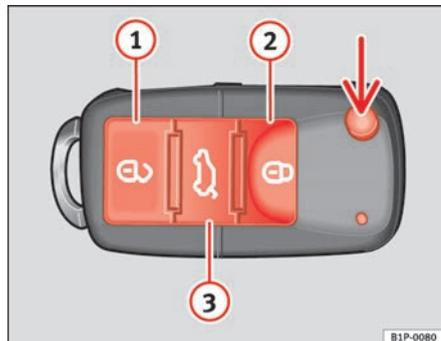
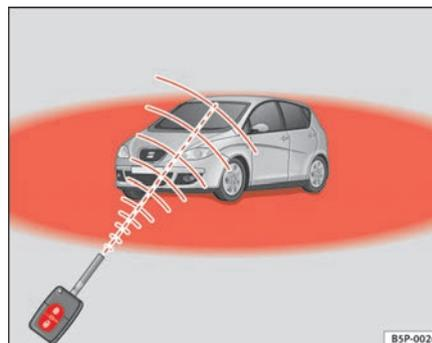

Fig. 64 Tasti della chiave con telecomando
Fig. 65 Raggio d'azione del telecomando
Con il tasto  $\Rightarrow$  fig. 64 (freccia) del telecomando, si sblocca lo scatto della chiave.
Sblocco del veicolo  $\Rightarrow$  fig. 64 ①.
Chiusura del veicolo  $\Rightarrow$  fig. 64 ②.
Sblocco portellone posteriore. Tenere premuto il tasto  $\Rightarrow$  fig. 64 ③ fino a quando lampeggiano brevemente tutti gli indicatori di direzione. Nel premere il tasto di sblocco  $\Rightarrow$  fig. 64 ③, si hanno 2 minuti per aprire il portellone. Una volta trascorso questo periodo si blocca di nuovo.
Inoltre, la spia della batteria della chiave  $\Rightarrow$  fig. 64, lampeggia.
Premere una sola volta il tasto  $\Rightarrow$  fig. 64 ①, per aprire la porta del conducente, le altre porte rimarranno chiuse. ▶
Per aprire le serrature di tutte le porte si deve premere due volte il tasto  ⇒ pag. 102, fig. 64 .
- Il telecomando funziona soltanto se azionato all'interno del suo campo d'azione ⇒ pag. 102, fig. 65 (settore rosso).
- Utilizzare le due chiavi in dotazione con il veicolo, la chiave provvista di trasmettitore e la chiave convenzionale ⇒ pag. 102, fig. 64 ⇒ pag. 102, fig. 65.
- Chiudere il veicolo con la chiave con telecomando ⇒ pag. 102, fig. 64 ⇒ pag. 102, fig. 65 dalla serratura della porta del guidatore.